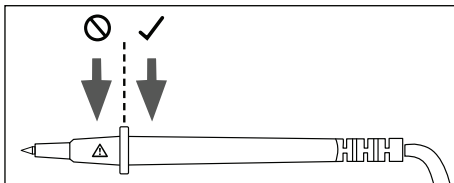

Fig. 3
- Sujete las puntas de prueba ❹ exclusivamente por las superficies de agarre previstas para ello (consulte la fig. 3). La zona con el símbolo de advertencia ⚠ no debe tocarse; de lo contrario, ¡existe peligro de descarga eléctrica durante la medición!